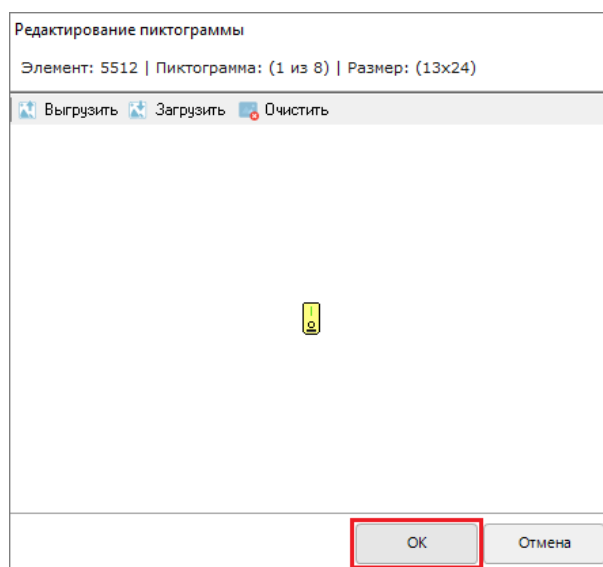

Рисунок 6-518 Подтверждение пользовательских изменений в диалоговом окне "Редактирование пиктограммы"
- 3) в нижней части диалогового окна «Редактирование пиктограммы» нажмите кнопку «ОК» (см. Рисунок 6-518) для подтверждения изменений (либо нажмите кнопку «Отмена» для отказа от изменений);